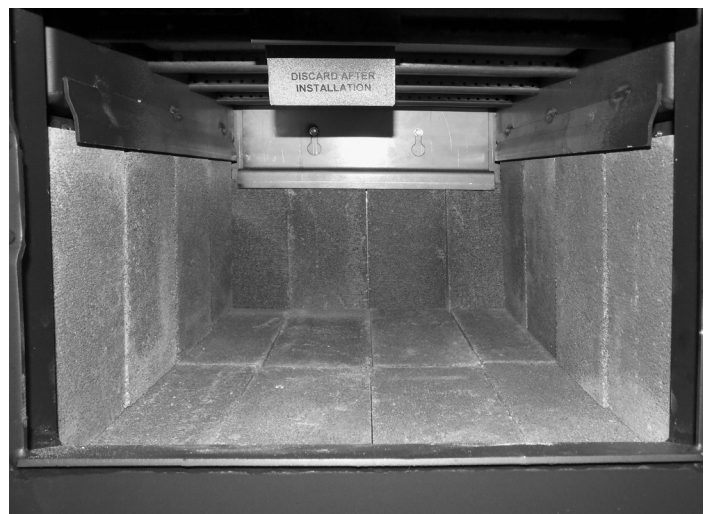

Figure 14: Remaining side wall bricks installation.jpg
3. Poser les briques du plancher comme illustré à la Figure 14.